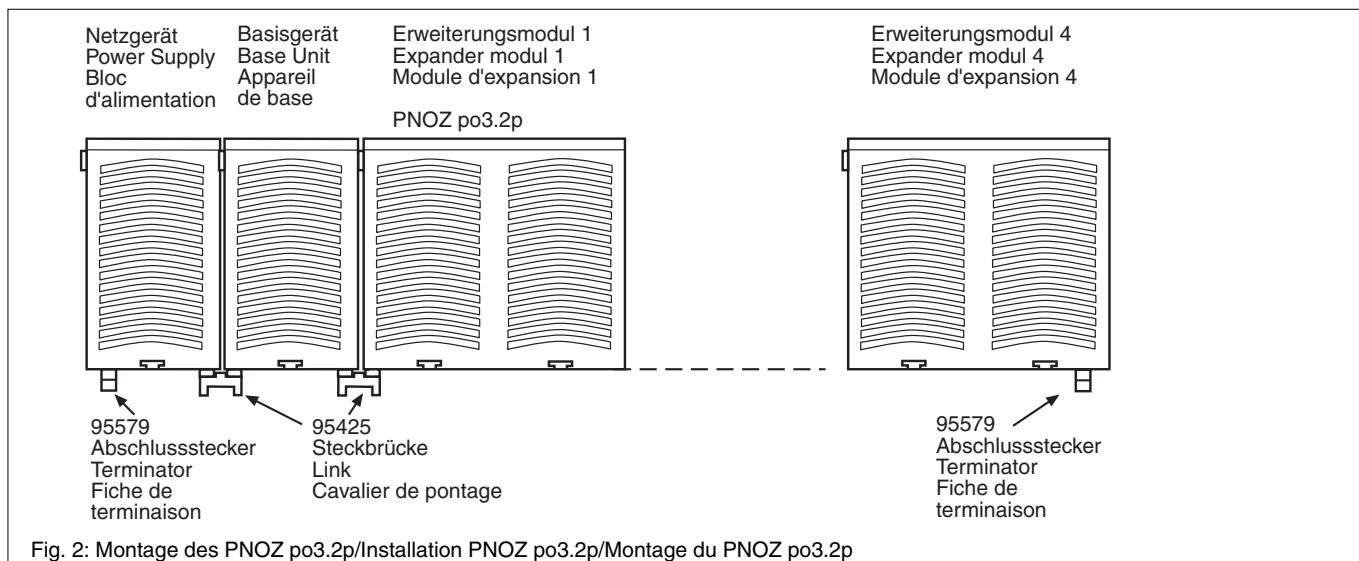

Fig. 2: Montage des PNOZ po3.2p/Installation PNOZ po3.2p/Montage du PNOZ po3.2p
- Auf der Geräterückseite des PNOZ po3.2p befinden sich 2 Buchsen. Das Erweiterungsmodul PNOZ po3.2p wird mit den anderen Geräten des modularen Sicherheitssystems PNOZpower über die mitgelieferten Steckbrücken verbunden. **Beachten Sie: Auf das erste und letzte Gerät muss ein Abschlussstecker gesteckt werden (siehe Fig. 2)!**
Please note: Be sure to plug a terminator in to the first and last units (see Fig. 2)!
Important : le premier et le dernier appareil doivent être pourvus d'une fiche de terminaison (voir fig. 2) !